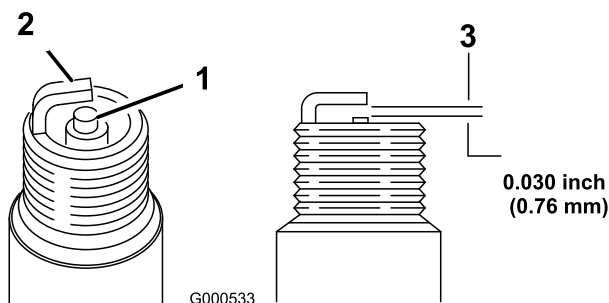

Figura 23
1. Controllate la candela (Figura 23).
2. Controllate la distanza tra gli elettrodi centrale e laterale (Figura 23). Piegate l'elettrodo laterale se la distanza non è corretta.